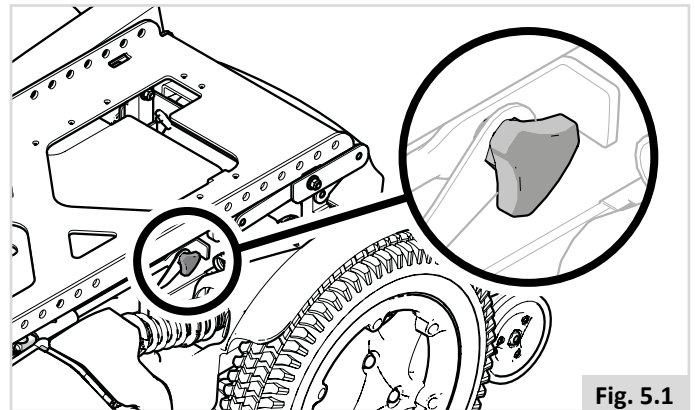

Fig. 5.1
- Controleer of alle interfaceknoppen van de zitting aangedraaid zijn (Fig. 5.1).